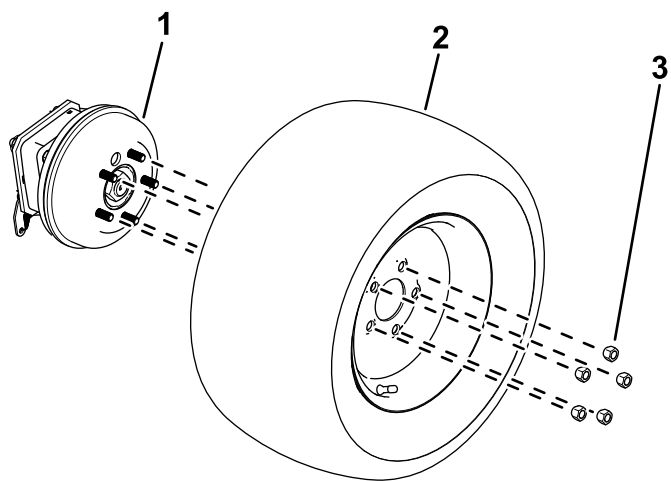

図 10
2. ホイールラグナットをゆるめて外す図 10。
3. 各ホイールハブから車輪を取り外す 図 10。
1. 先ほど外したラグナットを使って、タイヤをホイールハブに固定する図 10。